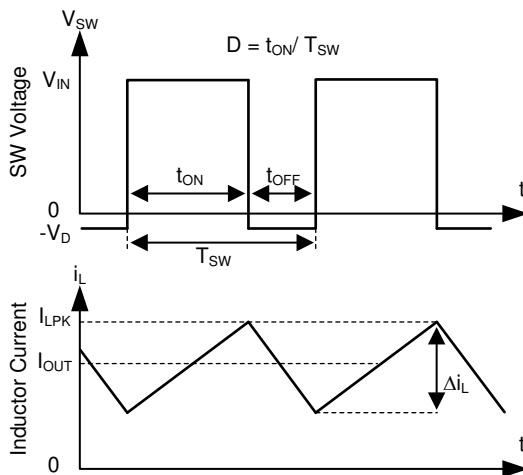

図 10-2. 連続モード (CCM) における SW ノードのインダクタ電流の波形
TPS2585x-Q1 は、幅広い入力電源電圧範囲にわたって最大 6.6A の連続出力電流と優れた負荷、およびライン・レギュレーションを実現するコンパクトなソリューションを提供します。TPS2585x-Q1 は、ハイサイド (HS) およびローサイド (LS) NMOS スイッチを制御されたデューティ・サイクルでオンに切り替えることで、出力電圧のレギュレーションを実現します。ハイサイド・スイッチのオン時間中、SW ピンの電圧は最大で約 V_{IN} まで変動します。インダクタ電流 i_L は $(V_{IN} - V_{OUT}) / L$ の線形的に増加します。制御ロジックにより HS スイッチをオフにすると、LS スイッチはアンチシュートスルーのデッドタイム経過後にオンになります。インダクタ電流は、LS スイッチを通して $-V_{OUT} / L$ の割合で放電されます。降圧コンバータの制御パラメータは、デューティ・サイクル $D = t_{ON} / T_{SW}$ と定義されます。ここで、 t_{ON} は下限側スイッチ ON 時間で、 T_{SW} はスイッチング時間です (図 10-2 を参照)。レギュレータ制御ループは、デューティ・サイクル D を調整することにより、出力電圧を一定に維持します。損失を無視できるような理想的な降圧コンバータでは、次の式のように、 D は出力電圧に比例し、入力電圧に反比例します。 $D = V_{OUT} / V_{IN}$ 。